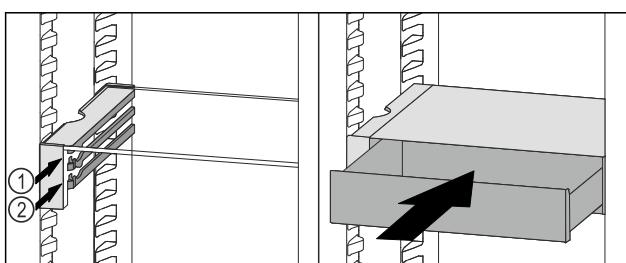

Fig. 55
- Așezați sertarul VarioSafe în spatele opritoarelor pe nervura dorită Fig. 55 (1) sau Fig. 55 (2).